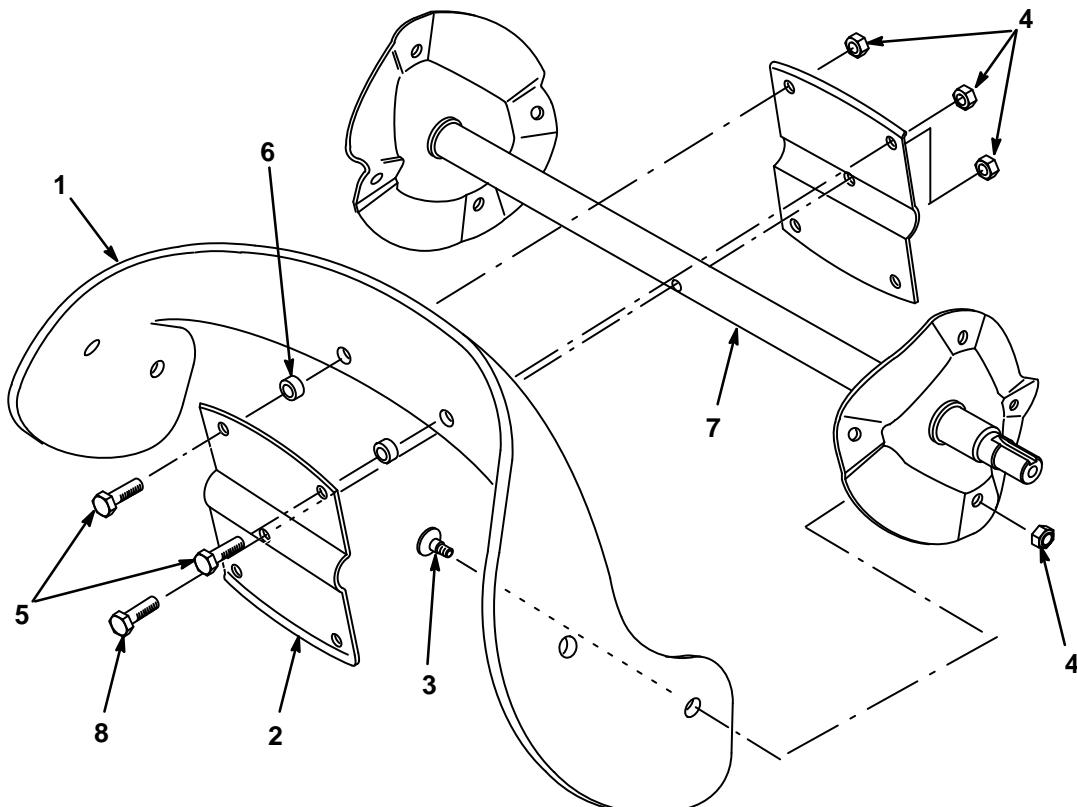

Abbildung 26
1. Vier Torx-Schrauben und vier Sicherungsmuttern entfernen, mit denen die äußeren Kanten des Rotorblatts an der Rotorwelle befestigt sind (Abb. 26).
2. Zwei Sechskant-Kopfschrauben, Abstandsstücke und Sicherungsmuttern entfernen, mit denen die Mitte des Blatts an den Rotorhälften befestigt ist (Abb. 26).
3. Die Sechskantschraube lösen, mit der die Rotorhälften an der Spindelwelle befestigt sind (Abb. 26).
4. Das Blatt zwischen den Rotorhälften herausschieben (Abb. 26).
3. Das Rotorblatt mit zwei Sechskant-Kopfschrauben, zwei Abstandsstücken und zwei Sicherungsmuttern so an den Rotorhälften befestigen, daß sich die Schraubenköpfe an der dicken Seite des Blatts befinden (Abb. 26).
4. Das Rotorblatt biegen und mit den übrigen vier Torx-Schrauben und Sicherungsmuttern befestigen. Dabei die Schraubenköpfe an der dicken Seite des Blatts positionieren (Abb. 26).